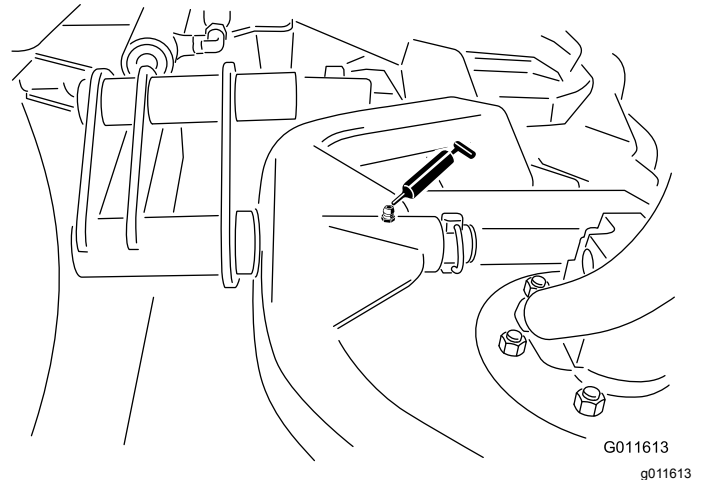

Figure 60
- Pivot de bâti porteur d'unité de coupe (x 1) – Figure 60